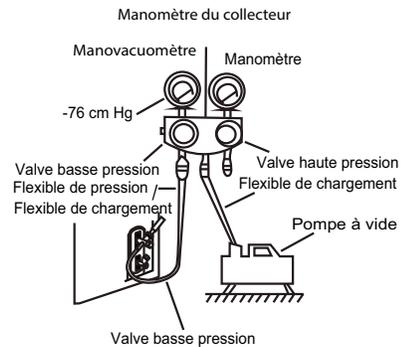

Fig. 38 — Collecteur
3. Ouvrez complètement le côté basse pression du manomètre du collecteur (consultez la figure 38).